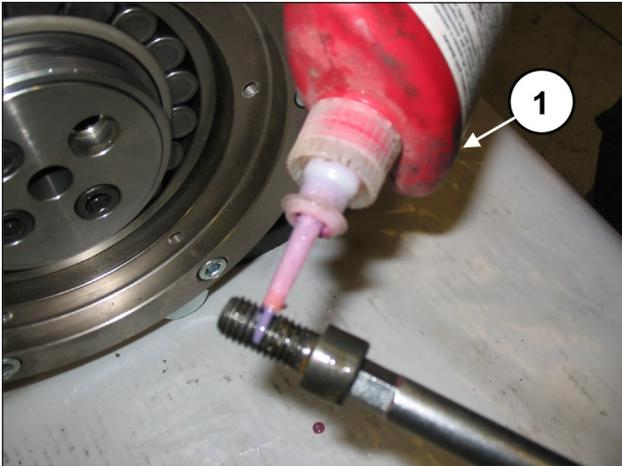

Fig. 87
**Appliquer LOCTITE 243 sur le filetage des vis M12x25 (rep. ①, Fig. 87).**